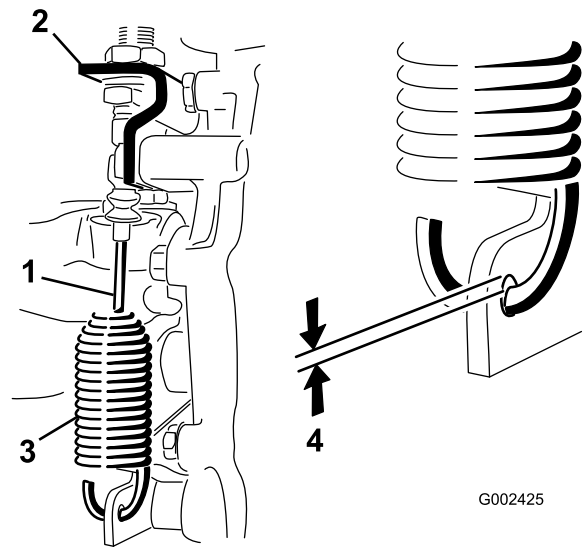

Bild 49
2. Lösen Sie die Klemmmuttern, mit denen das Differenzialsperrkabel am Getriebe befestigt ist (Bild 49).